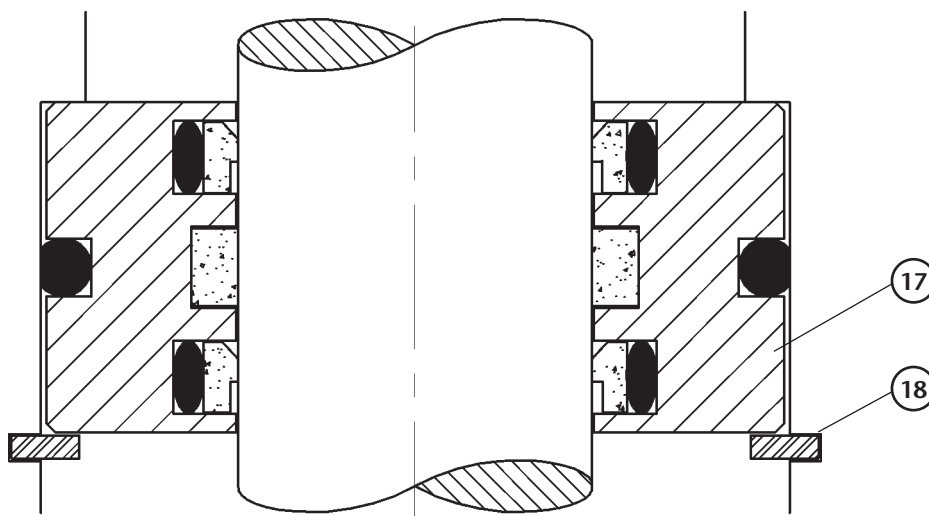

Fig. 12
1. Follow the procedure for the air motor until the air piston (8) is outside the air motor body.
2. Remove the circlip (18) and the packing set (17) from the air motor body (16). Replace in case of damage.
- NOTE:** The packing set is directional and must be mounted with the seals positioned as shown in fig.12.
1. Seguir el procedimiento del motor de aire hasta haber extraído el vástago (8) del cuerpo motor.
2. Quitar el anillo de seguridad (18) y el conjunto empaquetadura (17) del cuerpo motor de aire (16). Sustituir en caso de deterioro.
- NOTA:** El conjunto empaquetadura debe ser montada con las juntas según fig. 12.
1. Suivre les mêmes instructions données pour remplacer le moteur d'air jusqu'au moment d'extraire le piston (8) du corps moteur.
2. Retirer l'anneau de sécurité (18) ainsi que l'ensemble de porte-joints (17) du corps du moteur d'air (16). Remplacer ces pièces si nécessaire.
- NOTE:** S'assurer que l'ensemble des colliers a bien été remonté avec les joints comme il est indiqué sur la Fig.12.
1. Den Anweisungen zur Zerlegung des Luftmotors folgen, bis der Kolben (8) ausserhalb des Luftmotors ist.
2. Den Sprengring (18) und den Dichtungssatz (17) vom Luftmotor-Körper (16) lösen. Beschädigte Teile ersetzen.
- ACHTUNG:** Beim Einbau des Dichtungssatzes muss die richtige Reihenfolge eingehalten werden. Dies wird in Bild 12 gezeigt.